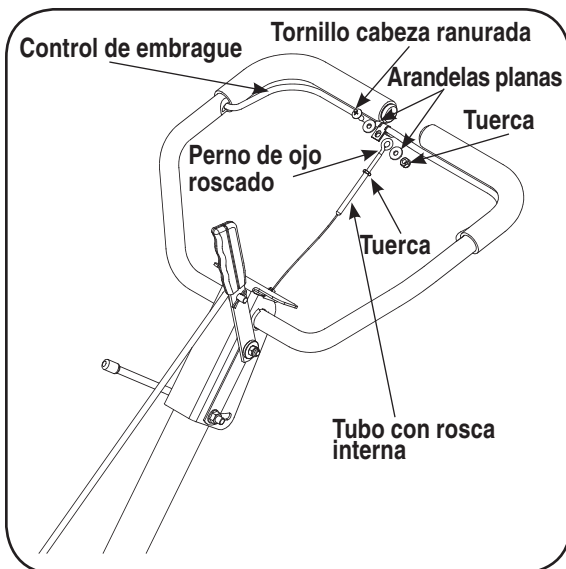

Figura 3-4
- Retire el tornillo de cabeza ranurada, la tuerca y las dos arandelas planas del gancho del embrague. Vea la Figura 3-4.
- Enrosque el perno de ojo y la tuerca que quita anteriormente en el tubo con rosca interna que está en el extremo del cable. Debe enroscar un trozo de alrededor de 3/4". Ajuste la tuerca contra el tubo en el extremo del cable. Vea la Figura 3-4.